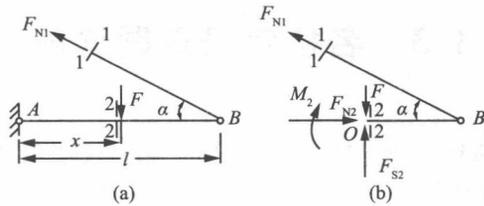

图 1-6
解: (1) 应用截面法, 取 1-1 截面以下部分进行受力分析, 如图 1-6(a) 所示。
(2) 应用截面法, 取 1-1 截面以下, 2-2 截面右侧部分进行受力分析, 如图 1-6(b) 所示。